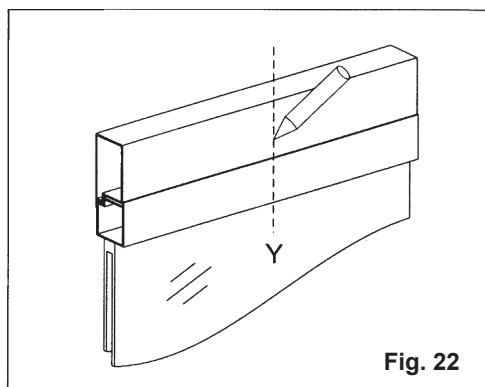

Fig. 22
- 2) **Fig. 22** - Trazar con un lápiz la mediana "Y" del cerco